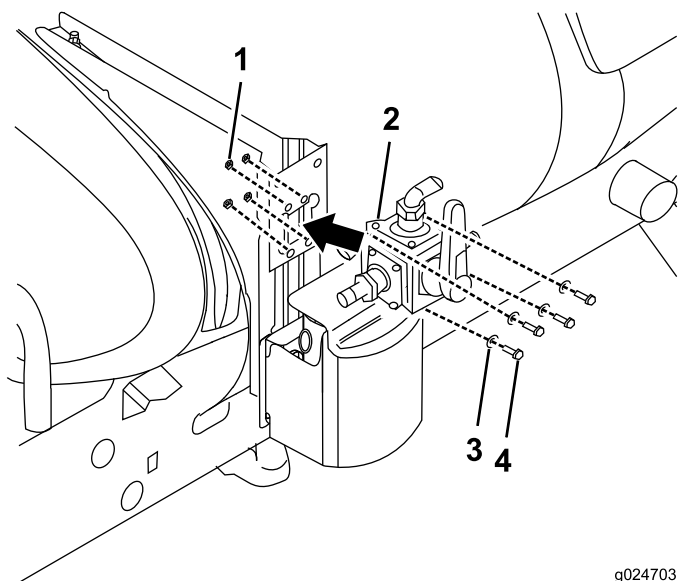

Figure 16
3. Montez la vanne à quatre voies sur son support au moyen de 4 contre-écrous (6 mm) (Figure 16).